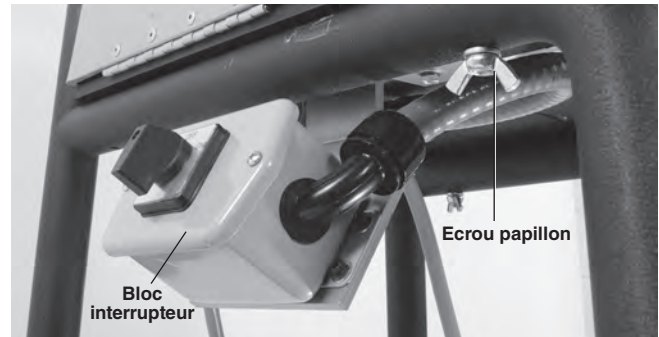

Figure 5 – Montage de la rainureuse sur chariot
4. Montez l'ensemble rainureuse/embase sur le chariot à l'aide des quatre (4) boulons de $\frac{3}{8}$ " - 16 x 2 $\frac{1}{2}$ ", rondelles et écrous papillon fournis (Figure 5). Positionnez délicatement le bloc interrupteur sous le rail du chariot. Il sera peut-être nécessaire de bouger les jambes du chariot pour aligner l'embase.